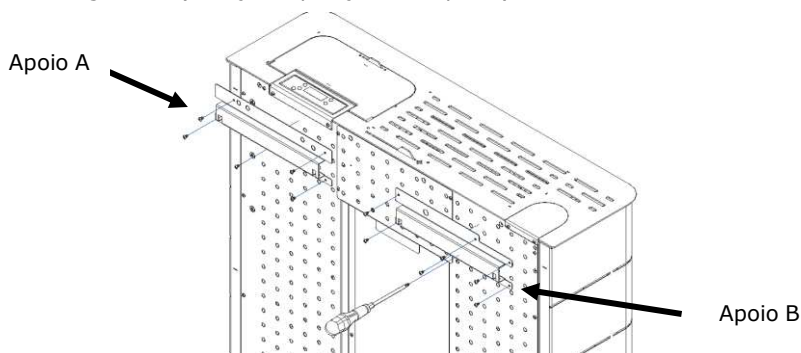

Figura 99 - Fixação dos apoios A e B
a) Fixar as calhas de apoio A e B no equipamento utilizando 11 parafusos A tal como demonstra a Figura 99 (atenção a posição dos apoios).